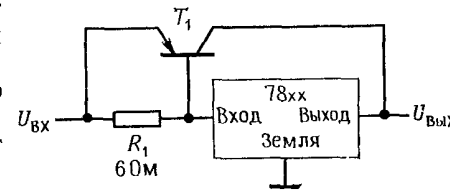

Рис. 5.29. Трехвыводный стабилизатор с усилителем тока, собранным на внешнем проходном транзисторе.
**Внешние проходные транзисторы.** Трехвыводные стабилизаторы с фиксированным напряжением могут иметь выходной ток 5 А или более, как, например, серия 78H00, а также LM323 и LM345. Но такой режим работы может оказаться нежелательным, так как максимальная рабочая температура кристалла ИМС такого стабилизатора ниже, чем у мощного транзистора, а это требует увеличения размеров радиатора. Кроме того, такие стабилизаторы дорогие. Поэтому целесообразно применять внешние проходные транзисторы, которые могут сочетаться как с трех- и четырехвыводными стабилизаторами, так и с классической ИМС 723. Базовая схема показана на рис. 5.29.